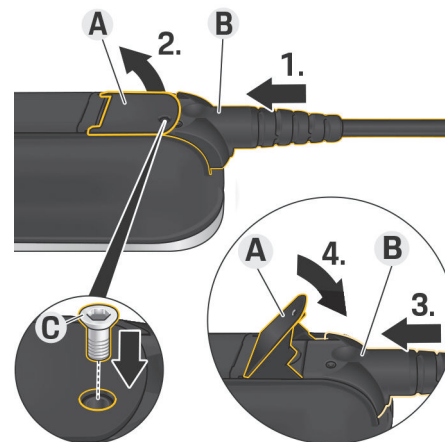

Fig. 60 Fixation du câble et blocage du connecteur
- ✓ Le levier **A** (Fig. 60) est fermé.
1. Insérez le connecteur **B** (Fig. 60) dans l'unité de commande, jusqu'au premier point de résistance.
2. Levez le levier **A** (Fig. 60).
3. Insérez entièrement le connecteur **B** (Fig. 60).
4. Fermez le levier **A** (Fig. 60).
5. Fixez le connecteur **B** (Fig. 60) à l'unité de commande à l'aide de la vis **C** (Fig. 60).